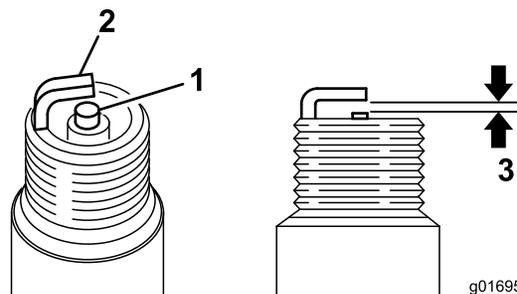

Figure 39
3. Réglez l'écartement des électrodes entre 0,6 et 0,7 mm, comme montré à la (Figure 39). Posez la bougie avec l'écartement correct et serrez-la fermement à 23 N·m.